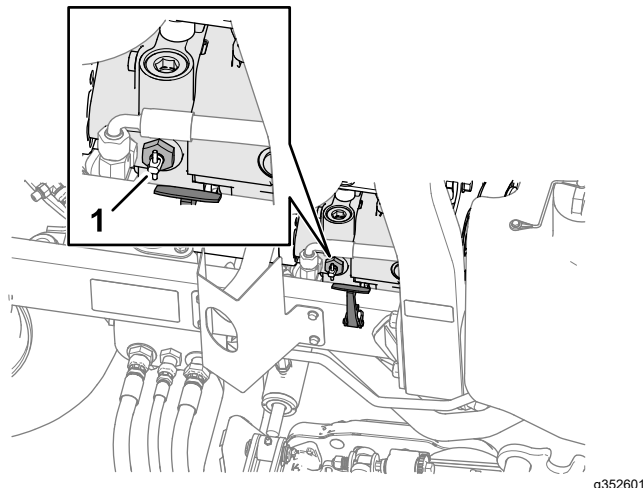

Рисунок 52
2. Поверните на 90° ручку перепускного клапана на насосе (Рисунок 52), расположенного рядом с правой защелкой капота.